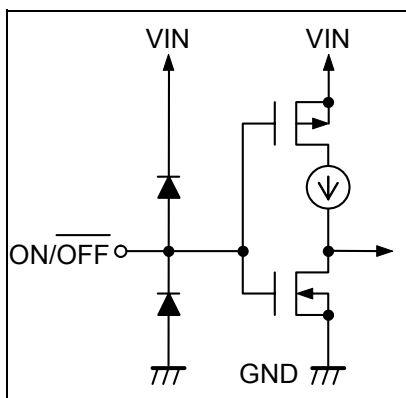

图11
若将 ON/ $\overline{\text{OFF}}$ 端子设置为低电位(“L”), 那么VOUT端子的电压变为GND电位, 同时, 内部电路将停止全部工作。此刻, 消耗电流被大幅度地抑制, 消耗电流约为0.3 μA 左右。而且, ON/ $\overline{\text{OFF}}$ 端子如图11所示的构造, 因为在内部即不被上拉也不被下拉, 所以, 请不要在浮动状态下使用。
- 如图11所示 ON/ $\overline{\text{OFF}}$ 端子，在内部即不被上拉也不被下拉，所以请不要在悬空状态下使用。在不使用 ON/ $\overline{\text{OFF}}$ 端子的情况下，请与VIN端子相连接。